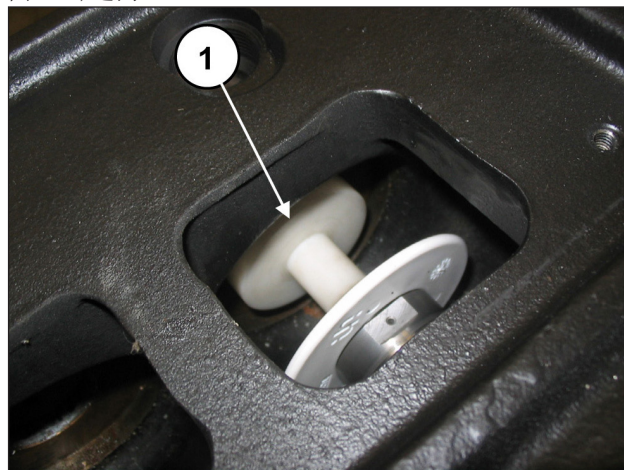

图 134
用手转动轴，令3个活塞逐渐处于上止点的位置，并将缓冲垫（代码27516600）插入活塞导承和活塞(位置 ①，图 134)之间。